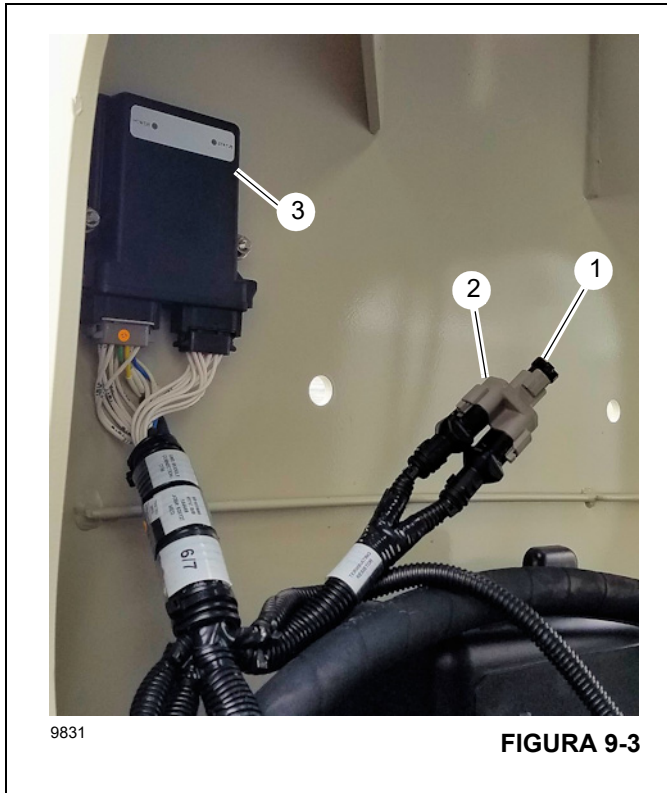

FIGURA 9-3
1. Fije la resistencia de terminación (1, Figura 9-3) y el divisor Deutsch (2) cerca del módulo de aceleración OMS (3) en el lado del conductor del chasis de la grúa.